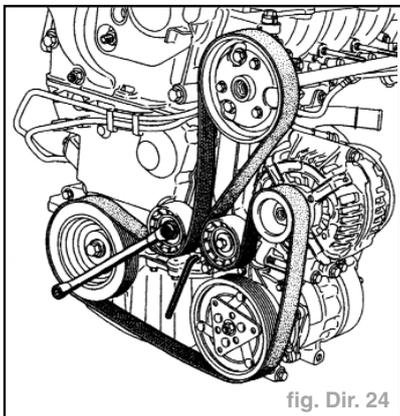

fig. Dir. 24
- la courroie d'accessoires à l'aide d'une clé à six pans qui permet de bloquer le galet tendeur après l'avoir basculé (fig. Dir. 24).